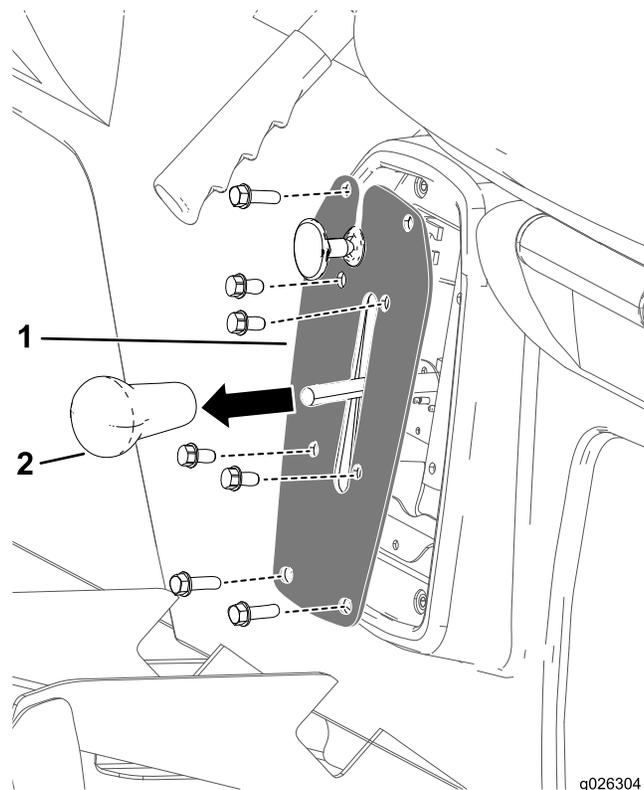

Figure 41
1. Retirez le pommeau du levier sélecteur (Figure 41).
2. Retirez les 4 boulons qui fixent la plaque de sélection à son support (Figure 41).
3. Retirez les 4 boulons qui fixent la plaque de sélection sur la base des sièges et déposez la plaque de sélection (Figure 41).
- Revissez le pommeau sur le levier sélecteur et serrez-le à la main (Figure 41).